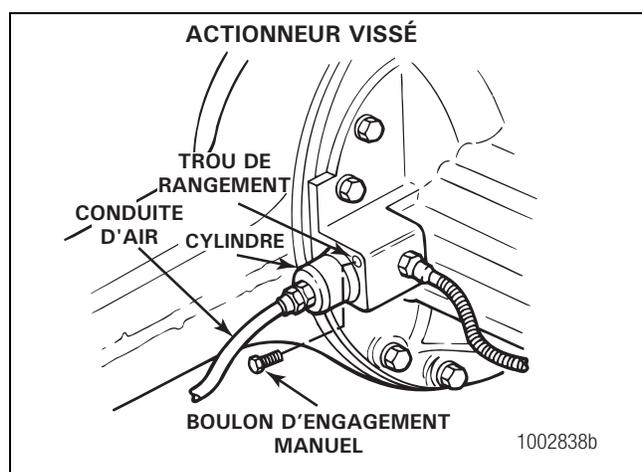

Figure 6.3
2. Retirer le boulon d'engagement manuel du trou de rangement supérieur situé dans la tête de pont, près du cylindre. Figure 6.3.